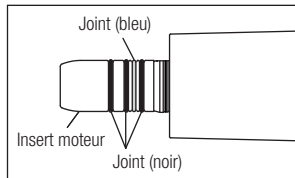

Fig. 3
- Le joint bleu est plus fin que les trois joints noirs. Lors de l'insertion de nouveaux joints, vérifiez qu'ils sont insérés dans les rainures adéquates, comme indiqué à la Fig. 3.